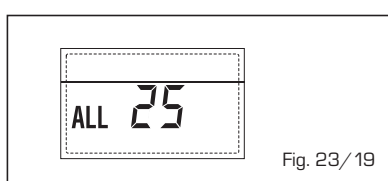

Fig. 23/19
– **ANOMALIA Sonda AUSILIARIA (S3) “ALL 26” (fig. 23/20)**